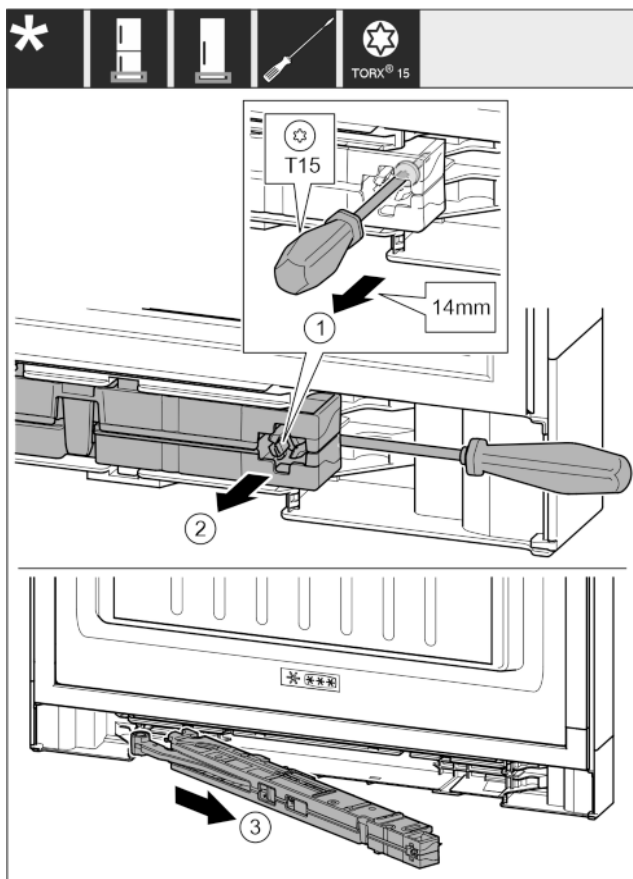

Fig. 14
- Lazítsa meg a záráscsillapító egységnél található csavart T15 csavarhúzóval mintegy 14 mm-nyire. Fig. 14 (1)
- Nyúljon a markolat felőli oldalról csavarhúzóval a záráscsillapító egység mögé. Forgassa előre az egységet. Fig. 14 (2)
- Húzza ki az egységet. Fig. 14 (3)